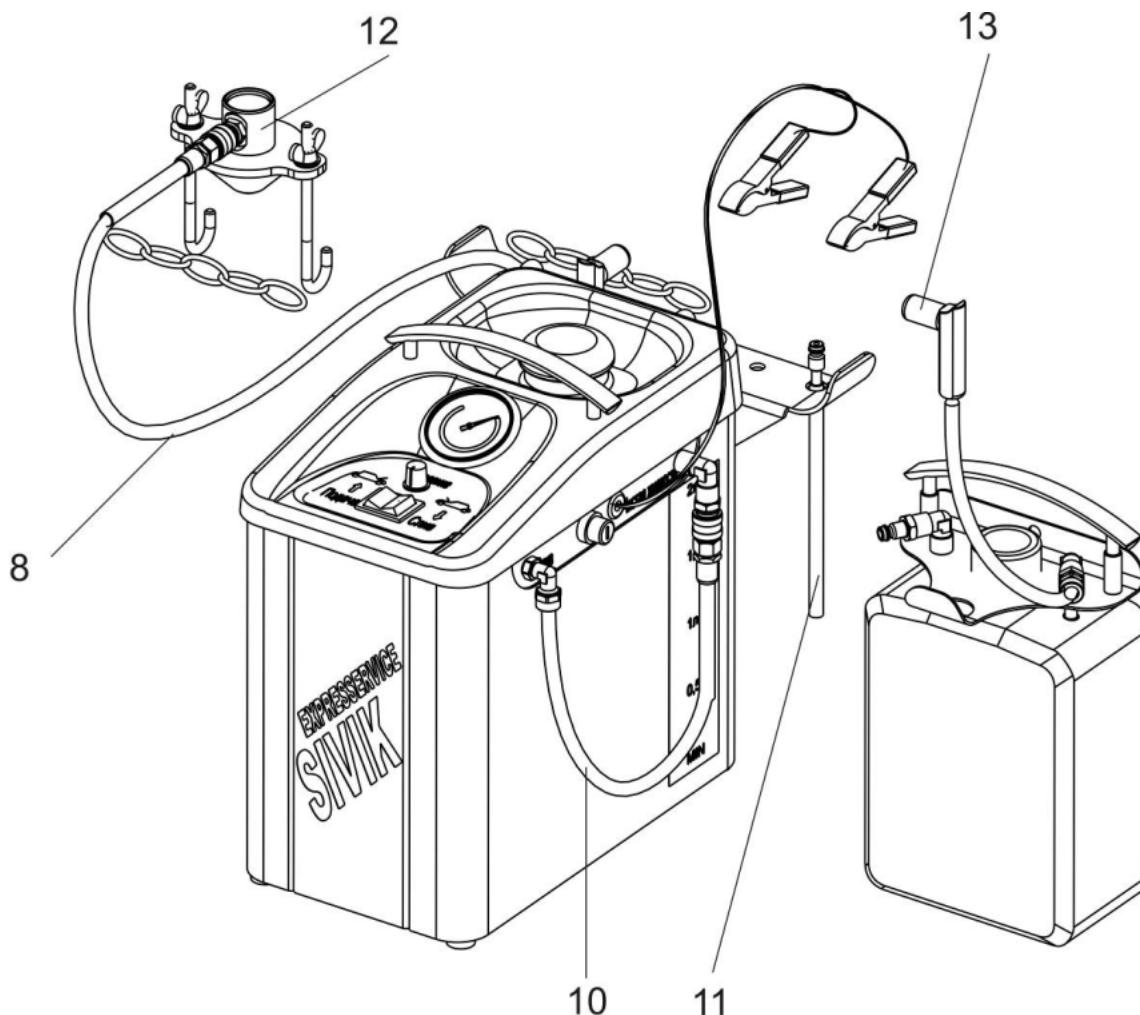

Рисунок 4. Режим «Напор».
| 4. Манометр                        | 12. Адаптер бачка (Рис. 4)                  |
| 5. Регулятор давления              | 13. Адаптер штуцера (Рис. 4)                |
5. Отсоедините шланг (10) от канистры сбора старой жидкости и подсоедините его к штуцеру на установке (см. Рис. 4). Долейте в бачок тормозной системы автомобиля новой жидкости, переключив переключатель в положение «НАПОР». При достижении на баке установки уровня «МАХ»,
7. Подсоедините к адаптеру шланг (8) (см. Рис. 4). Переведите переключатель в положение «НАПОР», установите регулятором необходимое давление.
8. Плавно откройте краник на шланге (8) и убедитесь, в герметичности соединений адаптера.
10. Подсоединяйте адаптер штуцера (13) к штуцерам прокачки в соответствии с порядком прокачки тормозов конкретного автомобиля. Откройте штуцер прокачки и следите, как из системы выходит старая тормозная жидкость. Установка при этом будет поддерживать давление в системе, и выдавливать старую тормозную жидкость новой.
17. Снимите адаптер (12) с бачка автомобиля.